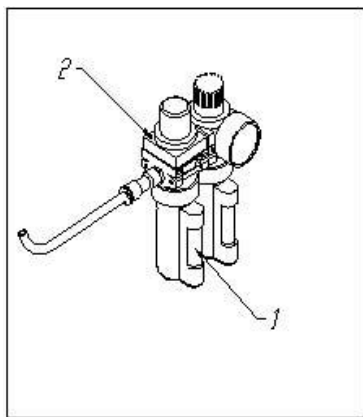

Figura 5-1
- Utilice únicamente aceite SAE30 (Figura 5-1)